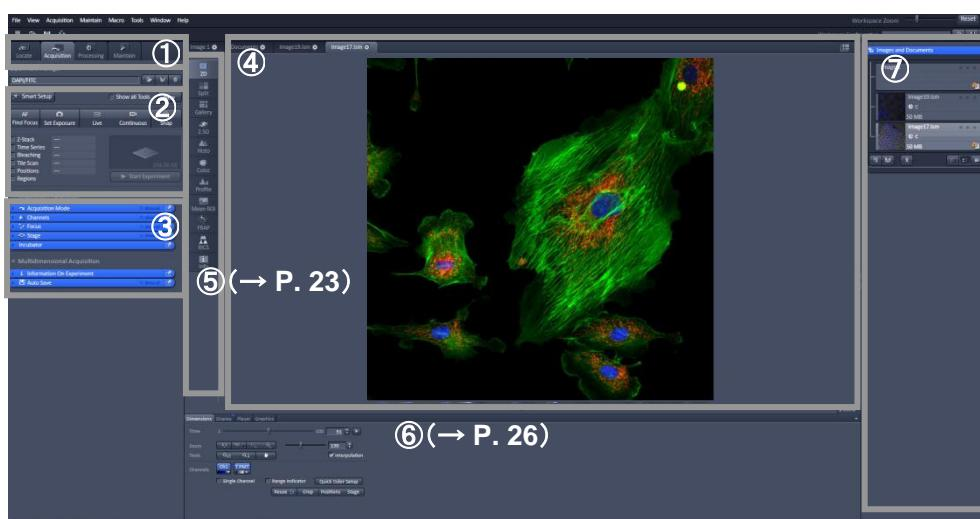

Fig.3 ソフトウェア起動後の ZEN メインアプリケーションウインド
左ツールエリア(Fig.3-①,②,③)
センタースクリーンエリア(Fig.3 - ④,⑤,⑥)
- ④ 画像ウインドウ ⑤ ビュータブ ⑥ ビューコントローラー
右ツールエリア(Fig.3 - ⑦)